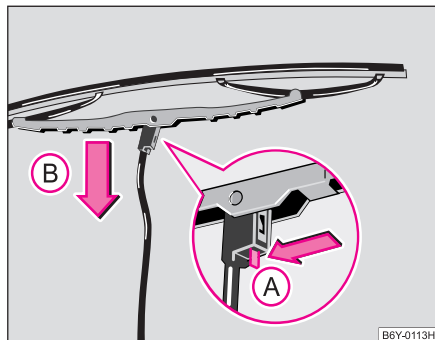

Fig. 43 Escobilla limpiaparabrisas
- Separar el brazo de la escobilla del cristal y colocar la escobilla en posición perpendicular al brazo ⇒ fig. 43.
- Presione el resorte de seguridad en sentido de la flecha (A) y, al mismo tiempo, presione la escobilla hacia el cristal en sentido de la flecha (B) ⇒ !.